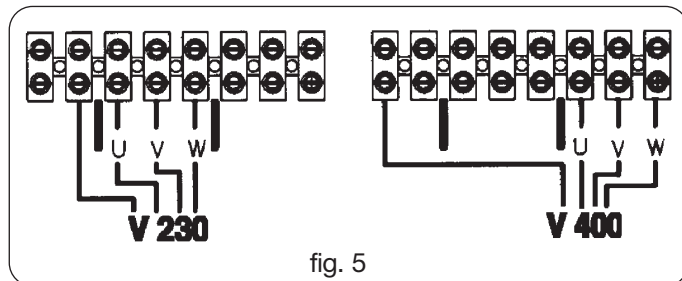

fig. 5
• **Pour varier la tension d'alimentation, enlever le panneau latéral droit et ranger les raccordements de la plaque à bornes comme indiqué dans la figure 5.**